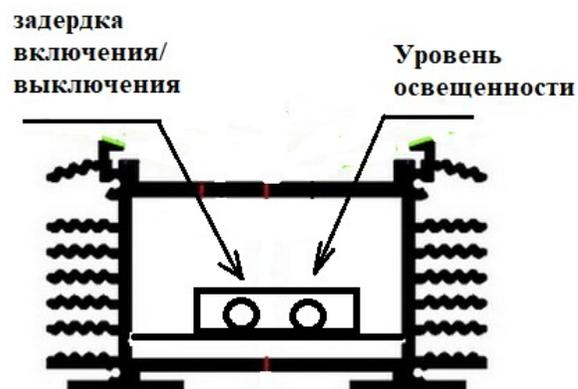

Рис. 2. Схема расположения резисторов подстройки, при снятой крышке с фотодатчиком.
3. Возможно, изменить задержку включения /выключения вращая подстроечный резистор «задержка». Задержка включения/ выключения изменяется в диапазоне от 0-600сек. Расположение резисторов подстройки показано на рис.2.